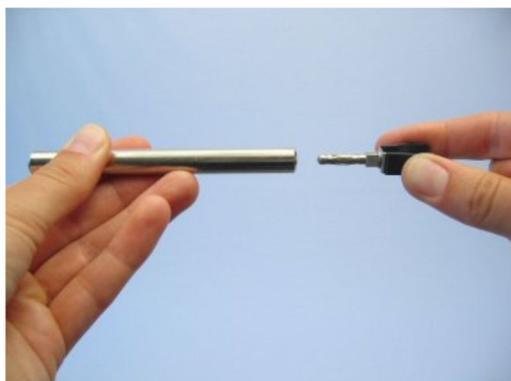
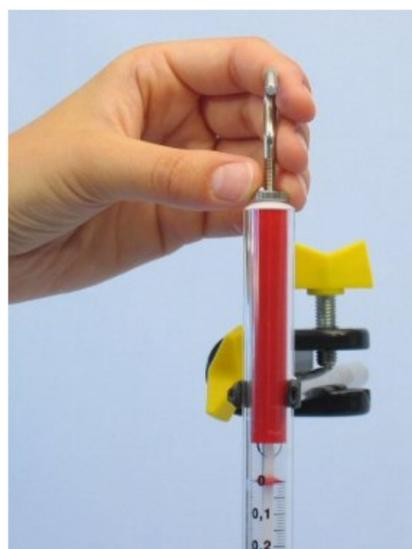

Fig. 4
Fig. 5
- Inserisci i supporti per dinamometro nelle aste corte (Fig. 4). Fissa il doppio morsetto all'asta da 60 cm e blocca l'asta di supporto corta nel doppio morsetto. Blocca i due dinamometri e tarali a zero usando le viti di regolazione (Fig. 5).